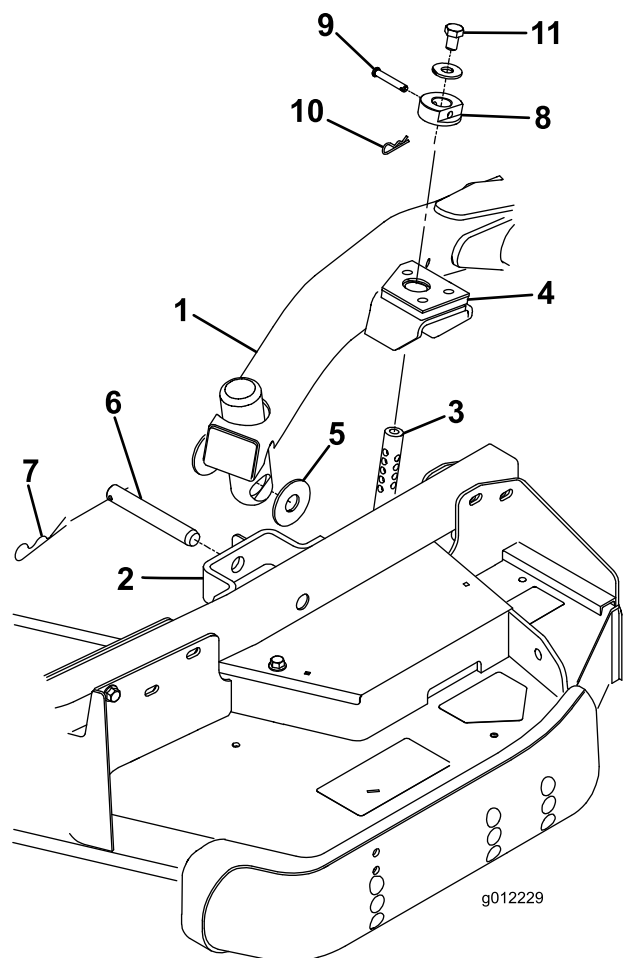

図 23
4. 昇降レバーをフロート位置とする。昇降アームを押し下げて、昇降アームについている穴とキャスト・アーム・ブラケットについている穴を整列させ、昇降アームのパッドに刈高ロッドを挿入できるようにする (図 23)
5. スラスト・ワッシャ 2 枚、クレビス・ピン、ヘアピン・コッターを使って、昇降アームをキャスト・アームに固定する。スラスト・ワッシャは昇降アームとキャスト・アーム・ブラケットの間に入れる (図 23) コッター・ピンを、キャスト・アーム・タブのスロットに差し込んで固定する。
9. 刈高ロッドに刈高カラーを取り付け、クレビス・ピンとヘアピン・コッターで固定する (図 23) クレビス・ピンの頭をデッキの前に向けておく。
10. 各刈高ロッドの上部に 1/2 x 3/4" ボルトとワッシャを取り付ける (図 23)。